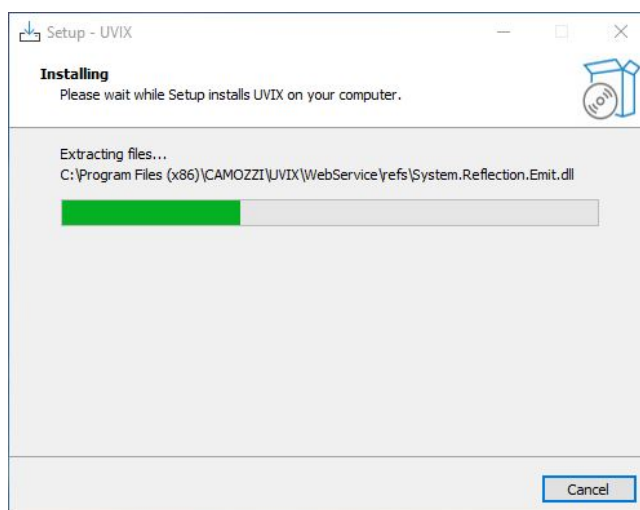

Figura 4.17: Installazione
7. Attendere la fine dell'installazione, figura 4.17.